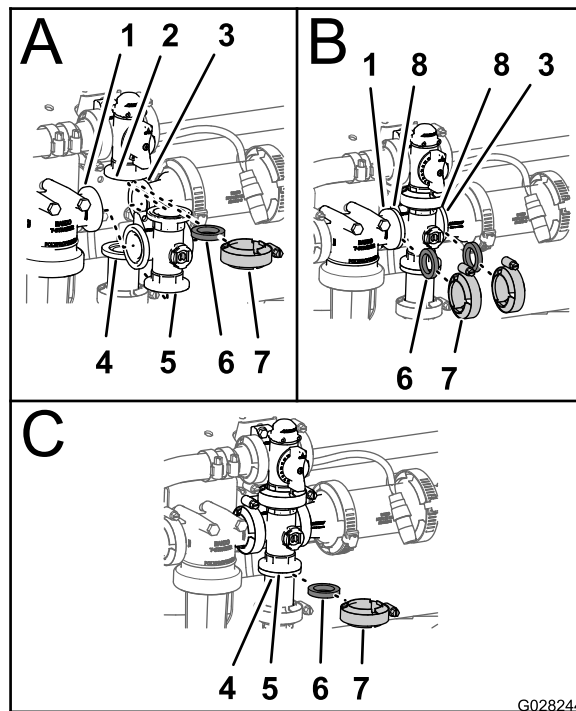

Figura 143
1. Alinhe a flange da válvula de distribuição de agitação, uma junta e a flange da união do tampão do coletor da válvula de agitação (Figura 143).
2. Monte a válvula de distribuição de agitação, junta e coletor da válvula de agitação com uma braçadeira e aperte bem à mão (Figura 143).
3. Alinhe uma junta entre as flanges da cabeça do filtro de pressão e o coletor da válvula de agitação (Figura 143).
4. Monte a cabeça do filtro de pressão, junta e coletor da válvula de agitação com uma braçadeira de e aperte à mão (Figura 143).
5. Alinhe uma junta entre as flanges do coletor da válvula de agitação e acoplador de redução (Figura 143).
6. Monte o coletor da válvula de agitação, junta e acoplador de redução com uma braçadeira e aperte à mão (Figura 143).
7. Alinhe uma junta entre as flanges do coletor da válvula de agitação e o encaixe do adaptador para a válvula de aceleração da agitação (Figura 143).
8. Monte o coletor da válvula de agitação, junta e acoplador adaptador com uma braçadeira e aperte à mão (Figura 143).